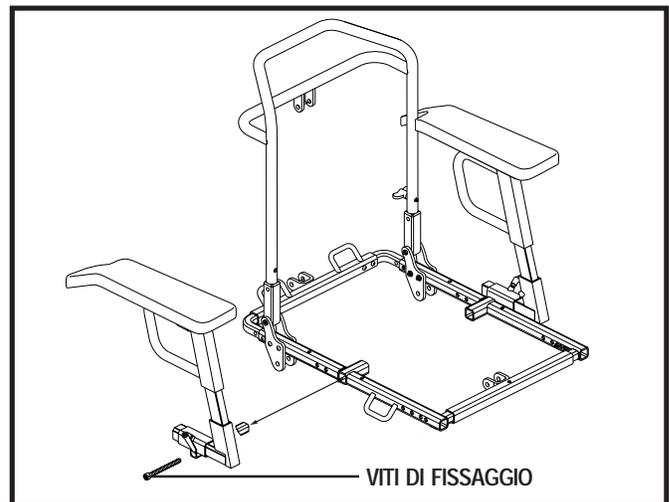

Figura 18. Regolazione della larghezza del bracciolo
1. Allentare le viti di fissaggio ubicate in fondo al canale di alloggiamento del bracciolo. Vedere figura 18.